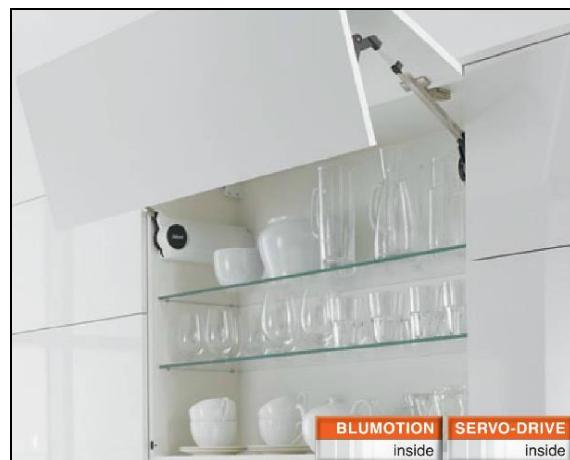

Рис. 38
- Складной подъемник AVENTOS HF (Рис.38). Обучающий материал по установки и регулировки находится в разделе «Монтаж и регулировка» пройдя по ссылке: <http://www.blum.com/ru/ru/01/10/10/>